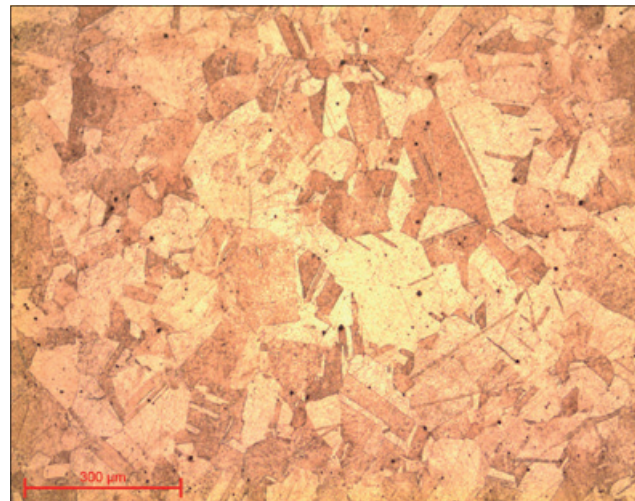

Abb. 18: Kupfer nach dem Ätzen - Objektiv x10
- Kaliumdichromat (Abbildung 18)